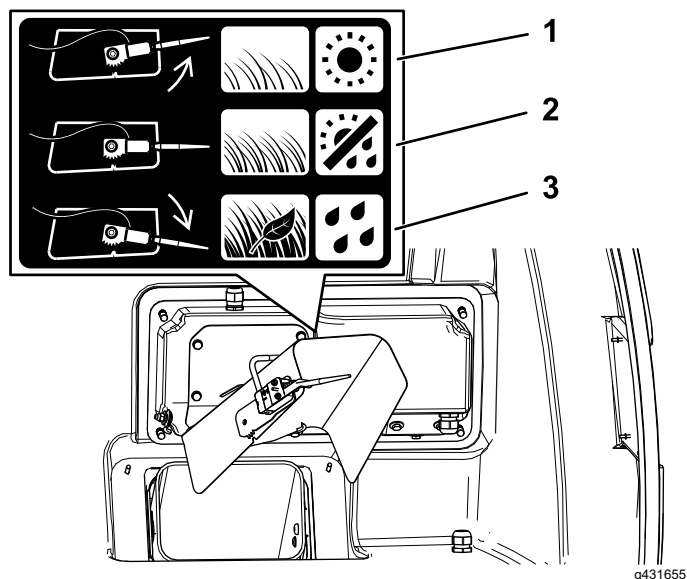

Figura 28
- Con hierba y condiciones meteorológicas normales, gire el sensor hasta la posición del punto medio (Figura 28).
- Con hierba densa y condiciones húmedas, al recoger hojas o si la tolva se llena antes de que se active el sensor, gire el sensor hacia abajo (Figura 28).
- Con hierba escasa y en condiciones secas, o si la unidad de corte se desengrana antes de que se llene la tolva, gire el sensor hacia arriba (Figura 28).